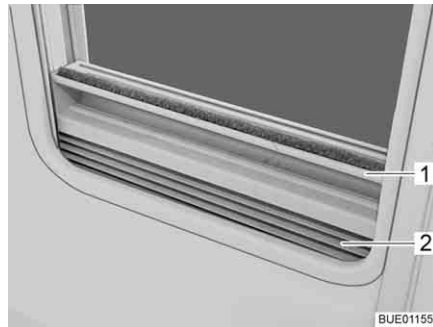

Fig. 65 Dispositif occultant plissé
- Saisir le dispositif occultant plissé (Fig. 65,2) par le centre de la barre-poi-gnée (Fig. 65,1), le tirer du bas vers le haut et le relâcher à la hauteur voulue. Le dispositif occultant plissé reste alors à cette hauteur.